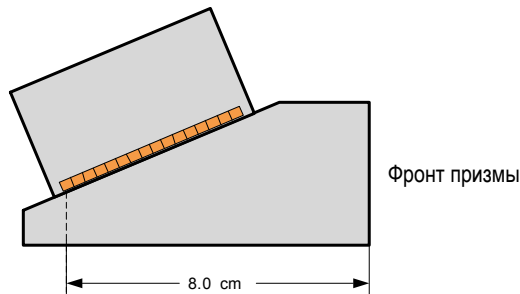

Рис. 4-7 Измерение первичного смещения
- d) Выберите **Первичный сдвиг** и введите значение первичного сдвига, которым является расстояние между фронтом призмы и центром первого элемента датчика (см. Рис. 4-7 на стр. 102).